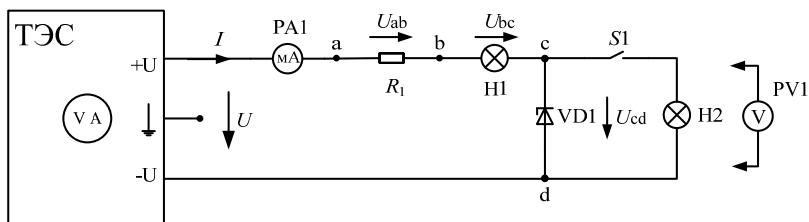

Рис. 3.1. Электрическая схема исследуемой цепи
В работе исследуется электрическая цепь, содержащая линейный резистор R_1 , две электрические лампы накаливания Н1 и Н2 и полупроводниковый стабилитрон $VD1$ (рис. 3.1). Для снятия вольт-амперных характеристик (ВАХ) используется регулируемый источник ЭДС, миллиамперметр $PA1$ и вольтметр $PV1$. С помощью ключа $S1$ изменяется конфигурация схемы.
2. Собрать электрическую цепь, соответствующую схеме замещения (рис. 3.1), и показать её преподавателю.